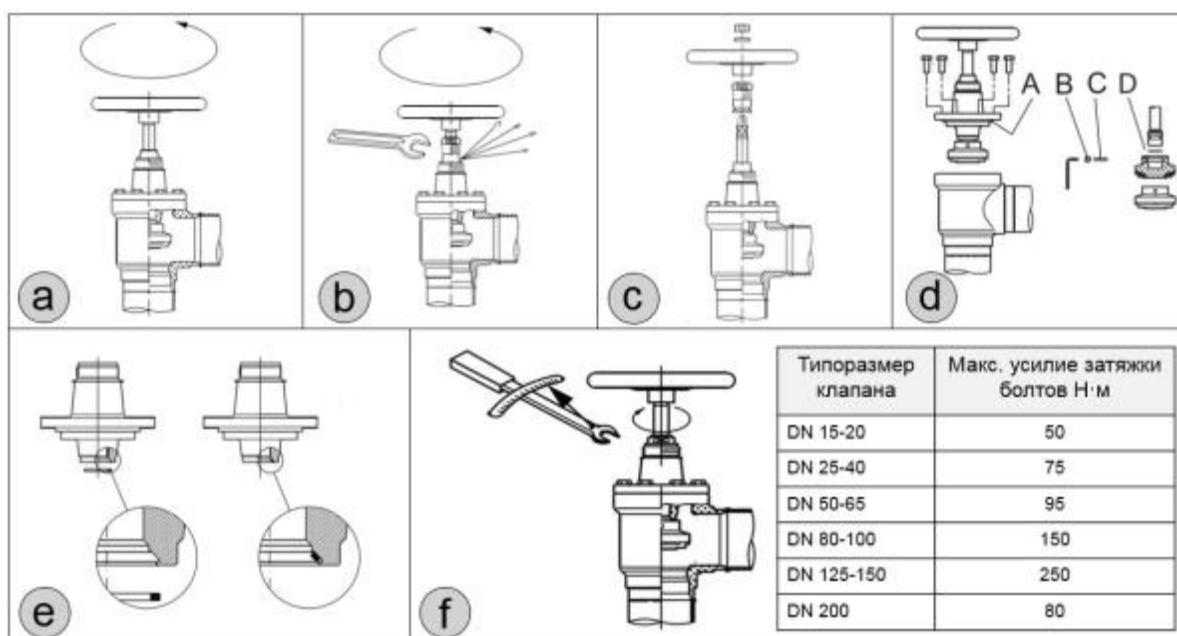

Рис. 5 Техническое обслуживание
- Для начала необходимо вывернуть шток запорного органа до полного открытия клапана (рис. 5а).
- В некоторых случаях за сальником может возникнуть избыточное давление. Для выравнивания (броска) давления необходимо закрепить шток запорного органа (маховик) в неподвижном состоянии и медленно откручивать сальниковое уплотнение при помощи ключа (рис. 5б)
- После сброса давления можно снять маховик (если он имеется) и сальник (рис. 5с).
Затяните сальник при помощи динамометрического ключа до значений, указанных в таблице (рис. 5а).
После разбора клапана необходимо убедиться, что плоская (рис. 5д, поз. А) не повреждена; на шпинделе отсутствуют царапины или следы ударов. В случае если тefлоновое уплотнение на конусе было повреждено, необходимо заменить весь конус.